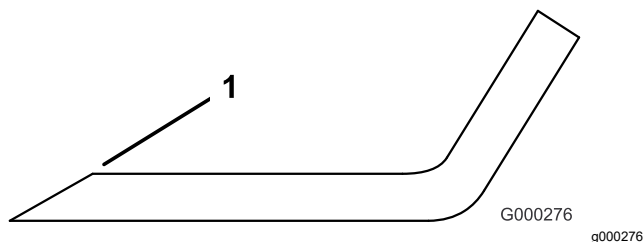

Figure 92
- Examinez les tranchants de toutes les lames et aiguissez-les s'ils sont émoussés ou ébréchés (Figure 92).
Remarque: N'aiguissez que le haut du tranchant et conservez l'angle de coupe d'origine pour obtenir une coupe nette (Figure 92). Limez la même quantité de métal sur chacun des deux tranchants pour ne pas déséquilibrer la lame.